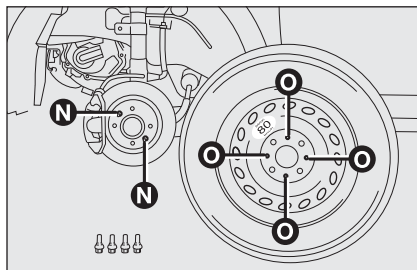

fig. 7
□ monte la rueda de repuesto (más pequeña que una rueda normal) de manera que el esparrágo **N**-fig. 7 coincida con uno de los orificios **O** presentes en la rueda;